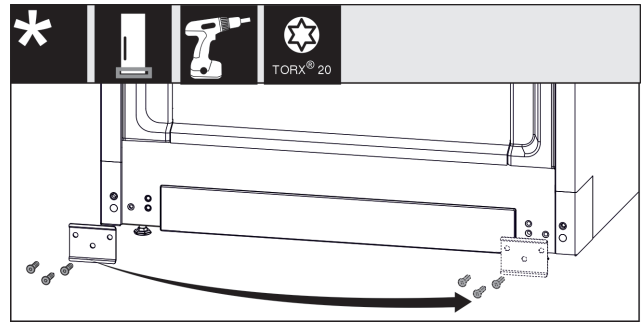

Fig. 30
- Відкрутіть щиток Fig. 30 (1), переставте його на інший бік і знову прикрутіть.